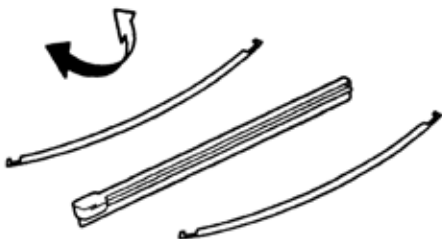

图 9-148
(1)把 2 个支撑板装到左前刮水器橡胶条上，如图 9-148 所示。注意：小心支撑板的方向。